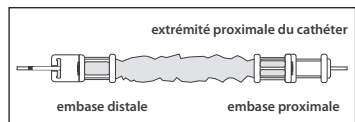

Figure 3
- 0 Insérer l'extrémité du cathéter souhaité à travers l'extrémité proximale de la gaine anticontamination du cathéter. Faire progresser le cathéter dans la tubulure et l'embase à l'autre extrémité (voir Figure 3).